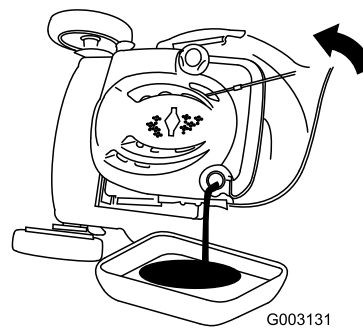

Figure 48
3. Inclinez la tondeuse sur le côté (filtre à air vers le haut) pour vidanger l'huile usagée par le goulot de remplissage (Figure 48).